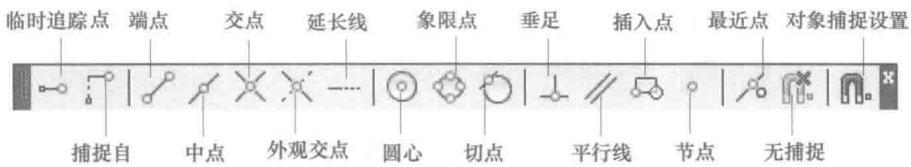

图 1-14 “对象捕捉”工具栏
1) 单点捕捉。“对象捕捉”工具栏中的各单点捕捉按钮如图 1-14 所示。